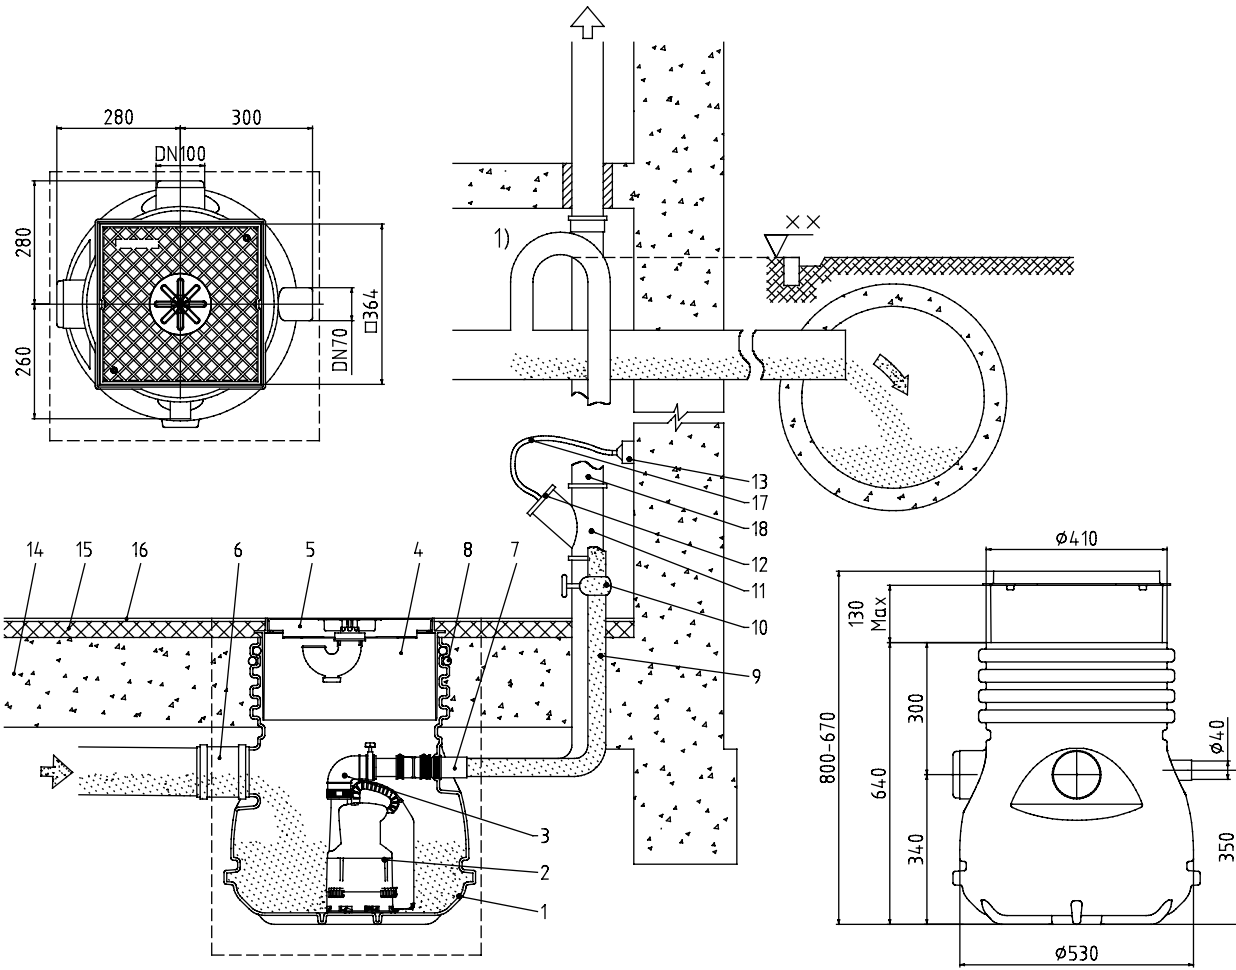

Fig. 1
| • Installation and dimensions of the NIROLIFT/SANISETT, see Fig. 1,2,3,4,5,6 | |
• Einbau- und Baumaße NIROLIFT/SANISETT, Siehe Fig. 1,2,3,4,5,6
• Installation et dimensions des NIROLIFT/SANISETT, voir Fig. 1,2,3,4,5,6